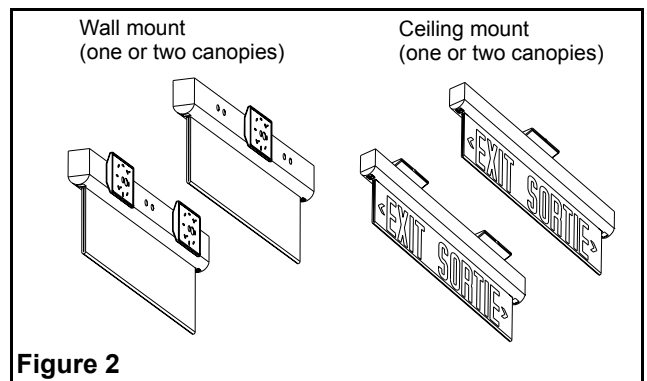

Figure 2
3. The exit sign can be wall mounted or ceiling mounted. There are two canopy kits provided with the unit. Install one for regular use, or two (at 19" apart) for more stability if needed (see fig. 2).
4. Remove the proper knockout in the canopy plate to mount to the junction box - check the orientation of the back box (see fig. 2).
3. L'enseigne peut être montée au mur ou au plafond. Il y a deux ensembles de pavillon fournis avec l'unité. Fixer un seul usage normal, ou deux (à 19" l'un de l'autre) pour plus de stabilité (voir fig. 2).
4. Sur la plaque de fixation, défoncer les débouchures appropriées afin de fixer la plaque sur la boîte de jonction - vérifier l'orientation qu'aura le boîtier du luminaire (voir fig. 2).